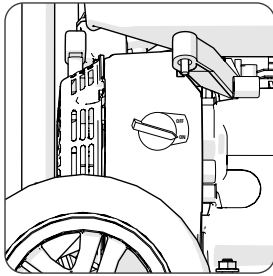

Fig 5
- Spegnere il motore ruotando l'interruttore di accensione in posizione 'OFF'. (**Fig. 5**)